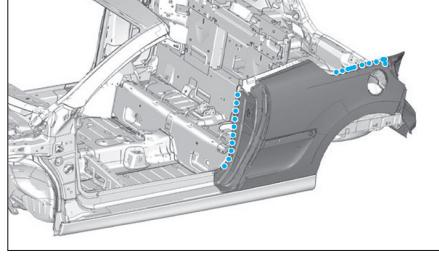
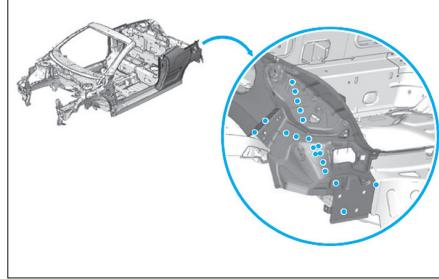
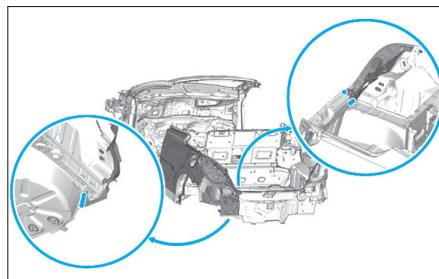

FIG. 78
FIG. 79
FIG. 80
- Soudre l'aile arrière comme illustré (Fig.78), (Fig.79) et (Fig.80).